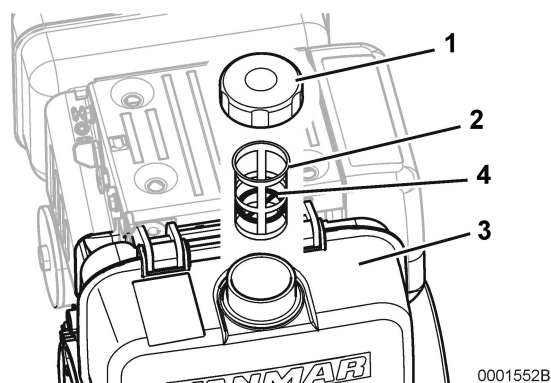

Рисунок 1
1. Очистить участок вокруг крышки топливозаливной горловины (**позиция 1, Рисунок 1**).
2. Снять крышку топливозаливной горловины (**позиция 1, Рисунок 1**) с топливного бака (**позиция 3, Рисунок 1**).
3. Прекратить заправку топливом, когда топливо будет находиться на том же уровне, что и красное кольцо (**позиция 4, Рисунок 1**) в нижней части приемного сетчатого топливного фильтра.
4. Установить на место крышку топливозаливной горловины (**позиция 1, Рисунок 1**) и затянуть рукой. Слишком сильная затяжка крышки вызовет ее повреждение.